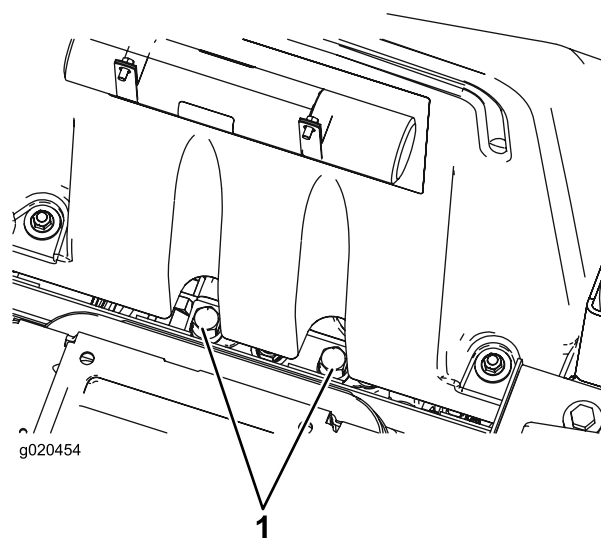

Figura 55
1. Sollevate il sedile e individuate le valvole di bypass, che sono posizionate sotto la parte anteriore del serbatoio del carburante (Figura 55).